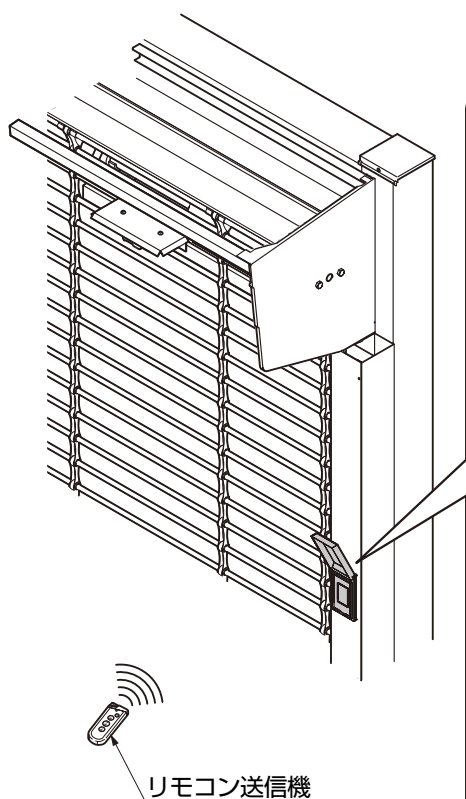

図14-1
③リモコン操作で正しく動くかどうか確認してください。(図14-1参照)